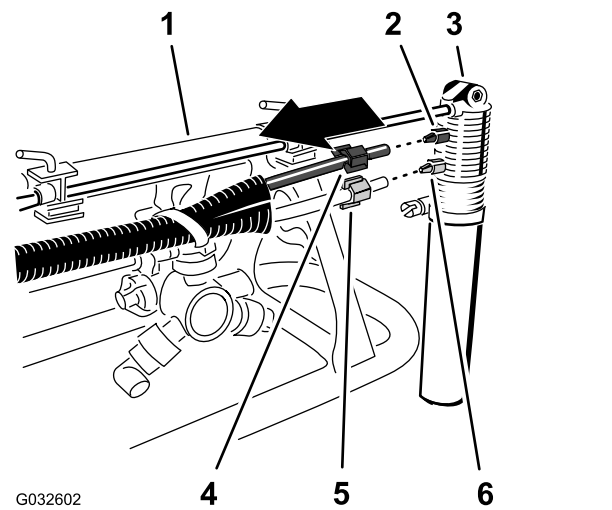

Figure 11
2. Sur la buse du traceur à mousse, desserrez l'écrou à compression qui fixe le tube bleu (eau) au raccord à compression bleu de la buse (Figure 11).
3. Desserrez l'écrou à compression qui fixe le tube transparent (air) au raccord à compression blanc de la buse du traceur à mousse (Figure 11).
5. Desserrez les écrous à compression aux extrémités des tubes (Figure 11).